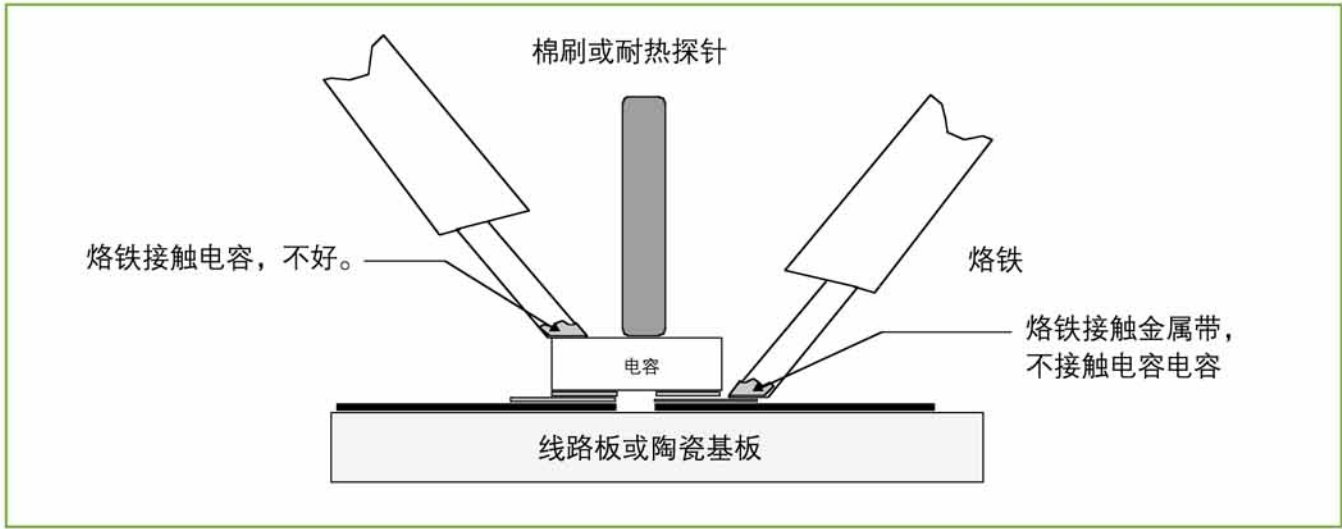

图3 烙铁的适当位置
- 14) 用棉刷或耐热探针的另外一端压住电容 (因为它们不导热)，不能用力按。用烙铁接触图3所示位置，保持接触直到看见焊锡在基板金属带和电容侧面上熔化。